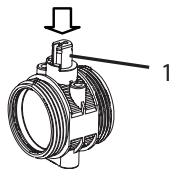

Рис. 16
Чтобы заменить вал, это необходимо сделать принудительно, как показано на рис.16. После снятия вала (1) уплотнительные кольца можно заменить (7). Помните, что чрезмерное усилие на держателях уплотнений может повлиять на действие, которое может повредить фактическое функционирование клапана. Сборку можно выполнить, изменив процесс, но всегда соблюдая меры предосторожности, смазывая уплотнительные кольца маслом из ПТФЭ. Не используйте смазку или минеральные масла, которые могут повредить материал уплотнительных колец.